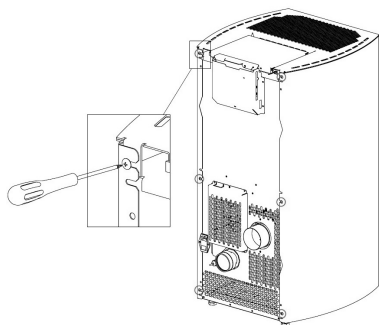

Fig. 55 - Schrauben lösen
- Die vorderen Seiten aushaken (siehe **Fig. 55**).